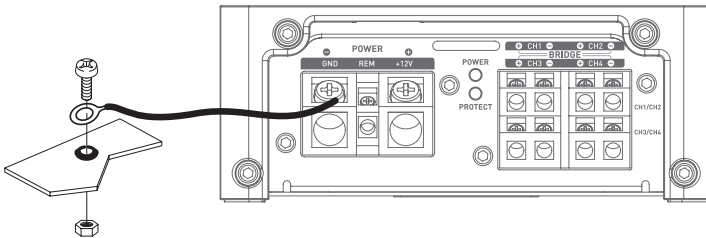

Abb. 2
- 10 - Bevor Sie die Erdung des Gestells vornehmen, entfernen Sie alle Farbspuren auf der Metalloberfläche, um eine gute Erdung sicherzustellen. Die Erdungsanschlüsse müssen so kurz wie möglich sein und IMMER an geschweißtes Metall an der Karosserie oder am Gestell des Fahrzeugs angeschlossen werden (**Abb. 2**). Der allgemein gewählte Erdungspunkt ist derjenige, der die Verbindung zwischen dem Minuspol der Batterie und dem Gestell des Fahrzeugs sicherstellt.
**3.3.2** – Nehmen Sie das negative (-) Stromkabel. Dieses Kabel muss so kurz wie möglich sein und sollte idealerweise 1 Meter nicht überschreiten, um eine perfekte Verbindung zwischen dem Verstärker und dem Fahrzeuggestell sicherzustellen. Das Kabel und sein Querschnitt müssen der Tabelle in Punkt 3.1 entsprechen. Finden Sie einen geeigneten Erdungspunkt und schleifen Sie ihn ab, um Farb- oder Lackreste zu entfernen und so die Kontaktqualität zu optimieren. Durchbohren Sie das zuvor geschliffene Blech im Durchmesser, der der gewählten Schraube entspricht, und vergewissern Sie sich, dass kein Durchlauf von Tankkabeln oder einem anderen empfindlichen Element des Fahrzeugs in der Nähe ist. Schweißen Sie das Erdungskabel am mitgelieferten Kabelausgang, der zu Ihrem FPX-Verstärker führt, an und isolieren Sie es (mit einem Schrumpfschlauch) (**Abb. 2**).